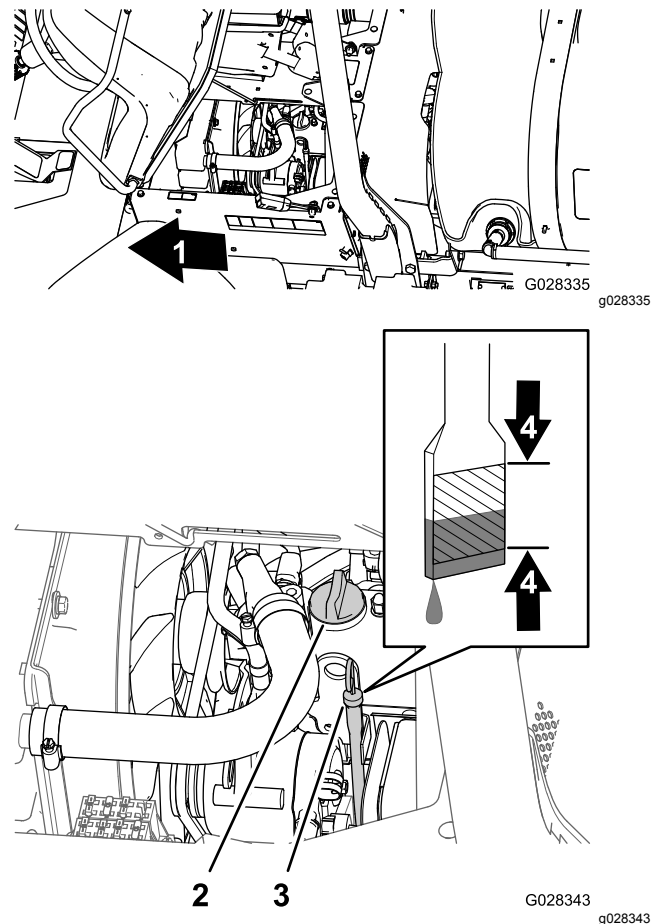

Figure 19
2. Retirez la jauge, située sous le siège du passager, et essuyez-la sur un chiffon propre (Figure 19).
3. Si le niveau est trop bas, enlevez le bouchon de remplissage du couvre-culasse (Figure 19) et versez la quantité d'huile nécessaire dans le goulot de remplissage pour faire monter le niveau jusqu'au repère maximum sur la jauge.
4. Remettez le bouchon de remplissage (Figure 19).
5. Revissez la jauge solidement en place (Figure 19).